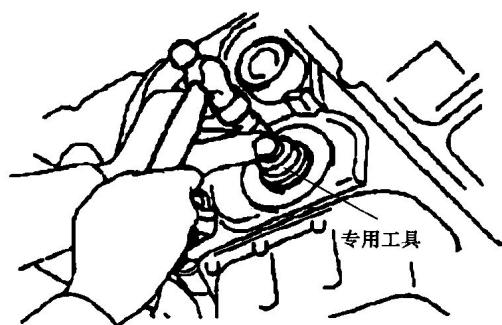

图 1-14 安装新油封
② 使用专用工具及锤子，轻轻地将新油封敲入，直到其表面与安装孔端面边缘齐平为止，如图 1-14 所示。